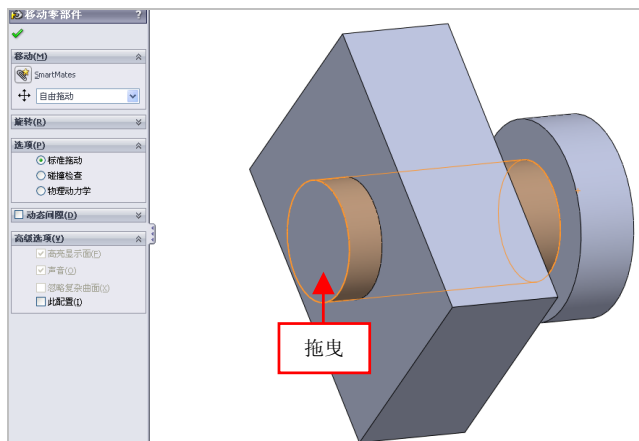

图 10-33 向左拖曳鼠标
(3) 弹出【移动零部件】属性管理器，在绘图区中，选择右侧零部件，并向左侧拖曳，如图 10-33 所示。